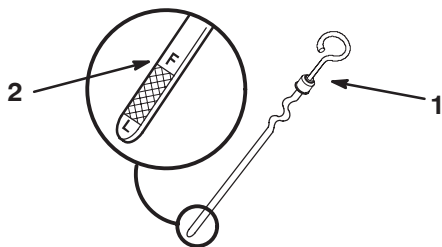

Figure 45
5. Enfoncez la jauge complètement dans le goulot de remplissage. Sortez de nouveau la jauge et examinez l'extrémité métallique (Fig. 45). Si le niveau est bas, versez lentement une quantité d'huile suffisante dans le goulot de remplissage pour amener le niveau au repère du plein.